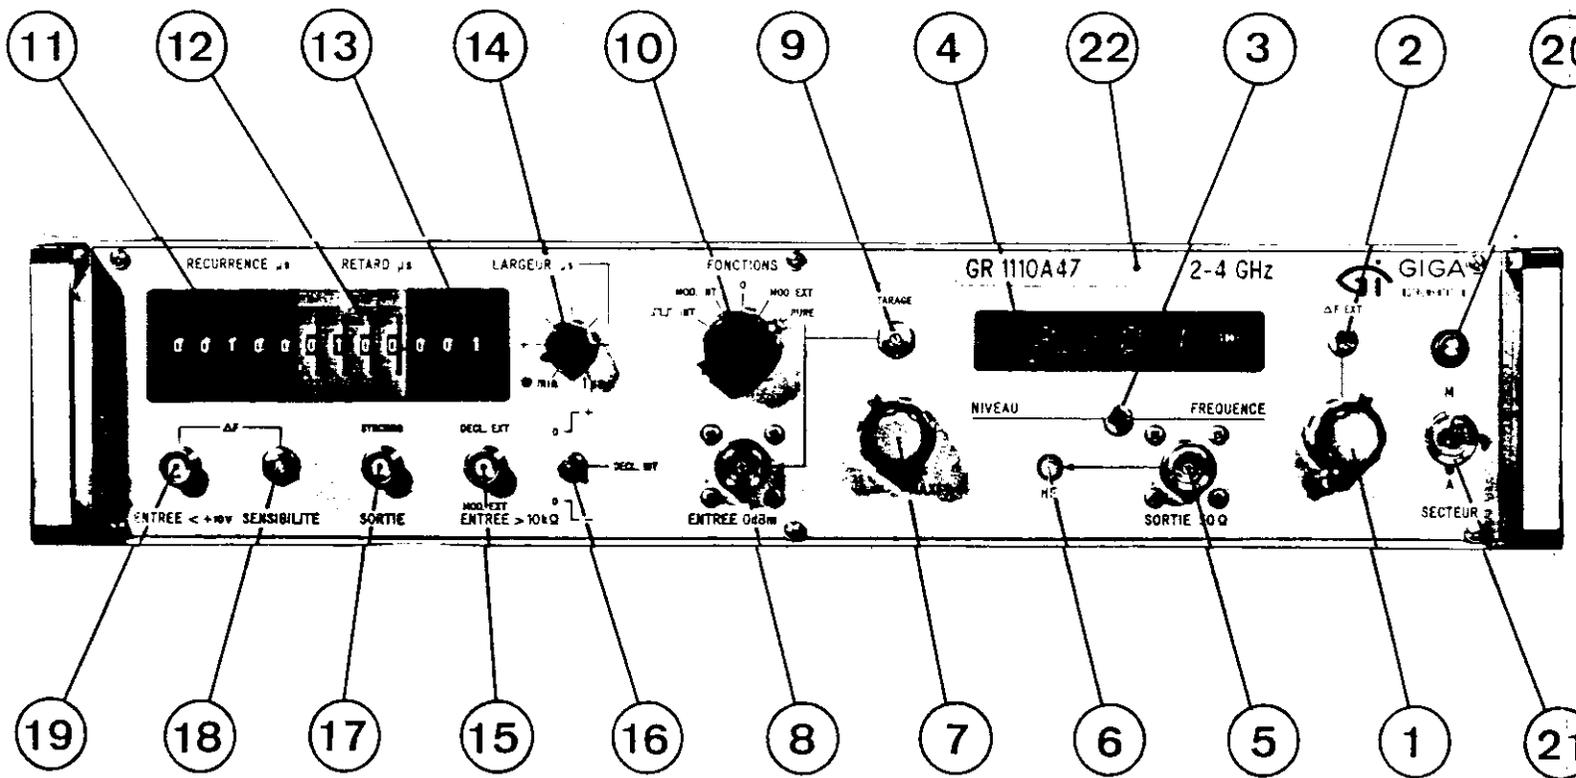

FIG. II.1
A) - FACADE (Fig. II.1)
- (1) - Sélecteur de fréquence : règle la fréquence par 15 bonds de 7 % de la bande du générateur et vernier 10 tours.
- (2) - Inverseur pour " ΔF EXT.", utilisé pour la modulation en bande étroite et la synchronisation extérieure en "PURE".
- (3) - Sélecteur d'affichage "FREQUENCE" ou "NIVEAU", lecture en (4).
- (4) - Afficheur donnant :
- . La fréquence de sortie, en "GHz", du générateur en "PURE" ou "MODULE" ((3) sur "FREQUENCE", et (2) abaissé).
- . La fréquence en "MHz" du ΔF ajouté - mesure statique - ((2) sur " ΔF EXT.") ou la valeur du rattrapage, si la fréquence est synchronisée.
- . Le niveau de sortie du générateur ((3) sur "NIVEAU"). Le dernier digit est alors utilisé en galvanomètre électronique pour la calibration du 0 dBm ("SORTIE" (5) refermée sur l'"ENTREE"(8)).
- . Le contrôle de l'allumage des segments si (10) est en "0".
- (5) - Prise de sortie HF, type "N" - 50 ohms.
- (6) - Voyant "HF" indiquant la présence de HF modulée ou non en "SORTIE" (5).